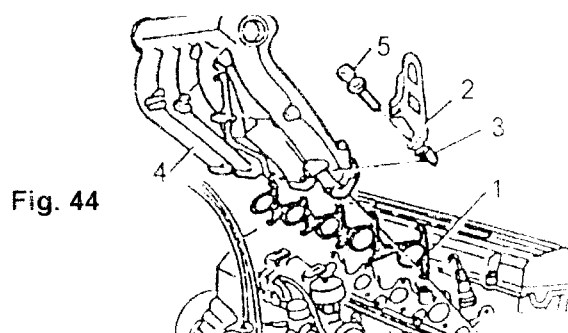

Fig. 44
**Nota:** Apretar uniformemente el perno (5) (Fig. 44)